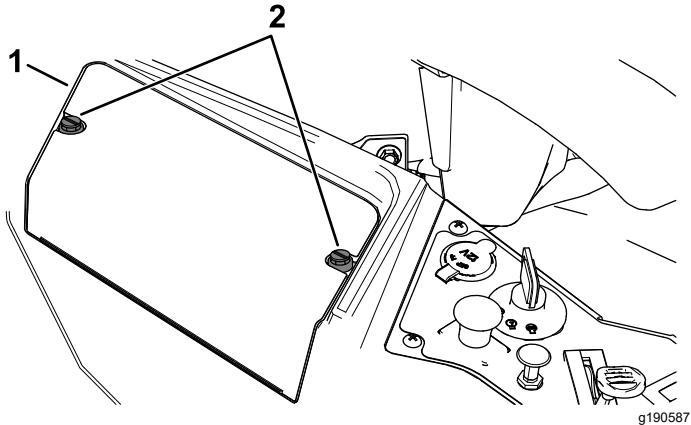

Рисунок 57
3. Ослабьте 2 крепежных элемента на крышке аккумулятора, повернув их против часовой стрелки на 1/4 оборота, и снимите крышку аккумулятора (Рисунок 57)